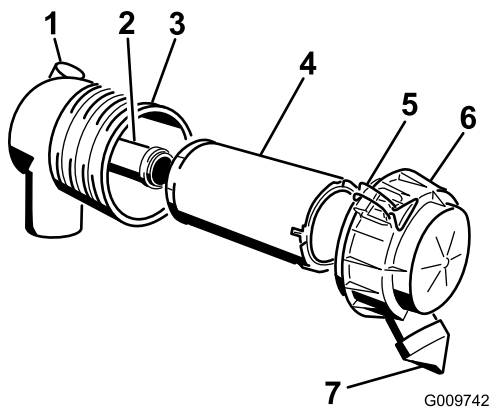

Рисунок 30
**Внимание:** Обслуживание фильтра воздухоочистителя следует производить только тогда, когда индикатор необходимости обслуживания станет красным (Рисунок 30). Замена воздушного фильтра без необходимости ведет лишь к повышению вероятности попадания грязи в двигатель при извлечении фильтра.
4. Освободите защелки воздухоочистителя и отделите крышку от корпуса воздухоочистителя (Рисунок 30).
- При замене контрольного фильтра будьте осторожны, вставляя новый фильтр в корпус фильтра (Рисунок 30).
- Осторожно вставьте фильтр грубой очистки поверх контрольного фильтра (Рисунок 30). Убедитесь в том, что он полностью встал на место, надавливая на внешний обод фильтра во время его установки.
- Установите крышку воздухоочистителя таким образом, чтобы сторона, обозначенная как UR, была обращена вверх; закрепите защелки (Рисунок 30).
- Осторожно извлеките фильтр грубой очистки из корпуса воздухоочистителя (Рисунок 30). Старайтесь не ударить фильтр о боковую поверхность корпуса.